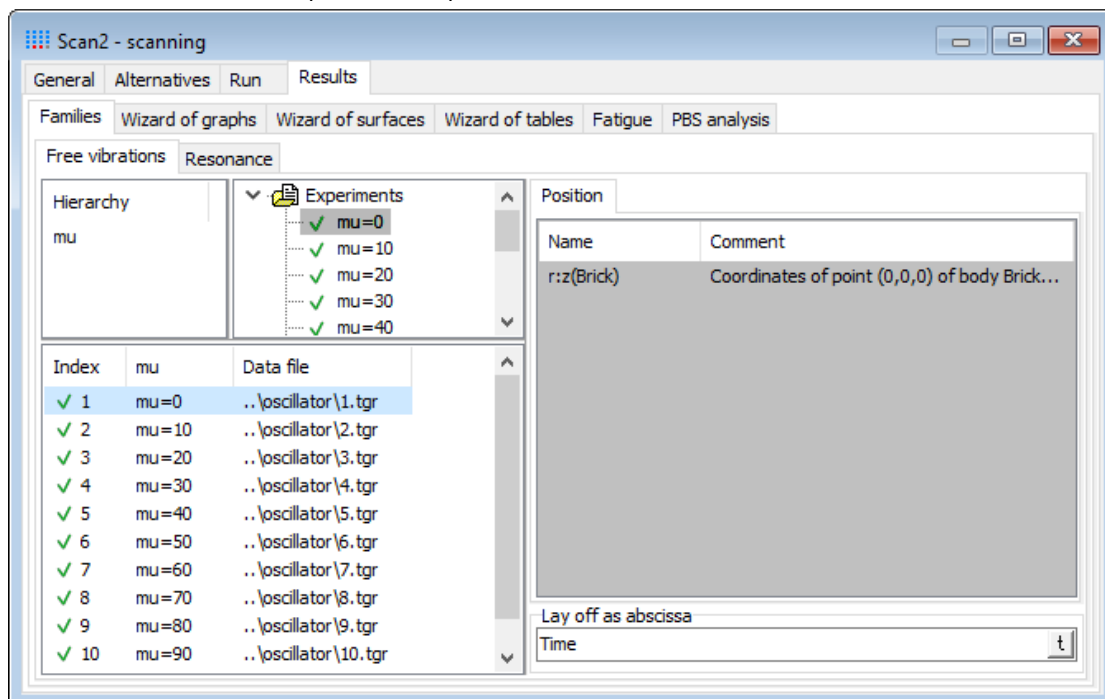

图 2.14 结果页面
1. 点击 **Results | Families | Free vibrations** 页面，如图 2.14 所示。